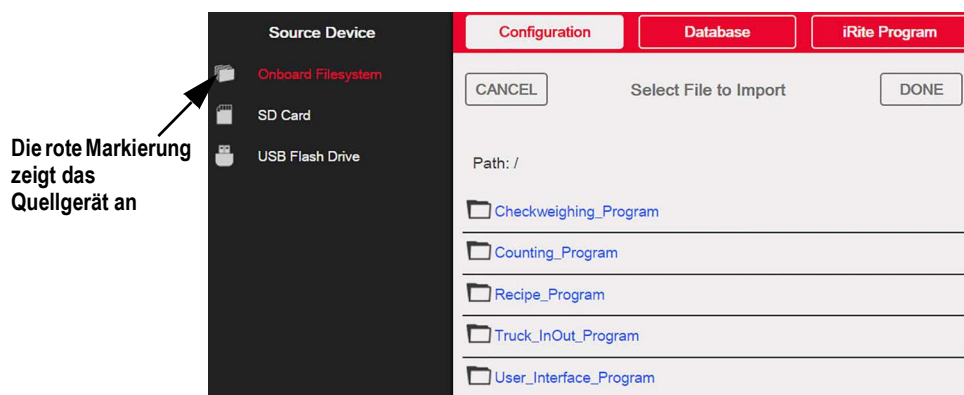

Abbildung 13-1. Importieren der Konfiguration
**ANMERKUNG:** Der Bildschirm für den Import der Konfiguration sieht immer gleich aus, unabhängig davon, ob ein Onboard-Dateisystem, eine Micro-SD-Karte oder ein Flash-Laufwerk verwendet wird. Der einzige Unterschied ist, dass das Quellgerät auf der linken Seite des Bildschirms rot hervorgehoben ist. Ein Beispiel finden Sie unter Abbildung 13-1, wo eine Datei aus einem integrierten Dateisystem importiert wird.
2. Drücken Sie **Import from File**. Der Import-Bildschirm wird angezeigt, siehe Abbildung 13-1 auf Seite 121. Laden Sie sowohl die .rev- als auch die .cod-Datei, um die integrierten Anwendungsprogramme verwenden zu können.
4. Wählen Sie **Import from File**. Der Import-Bildschirm wird angezeigt, siehe Abbildung 13-1 auf Seite 121.
2. Drücken Sie **Import from File**. Der Import-Bildschirm wird angezeigt, siehe Abbildung 13-1 auf Seite 121.
3. Drücken Sie **Import from File**. Der Import-Bildschirm wird angezeigt, siehe Abbildung 13-1 auf Seite 121.